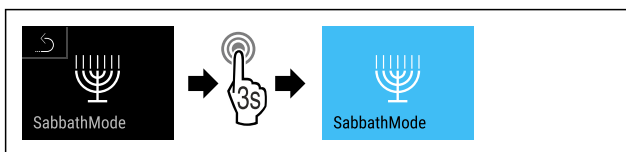

Fig. 14
- ▶ Handlungsschritte (siehe Fig. 14) durchführen.